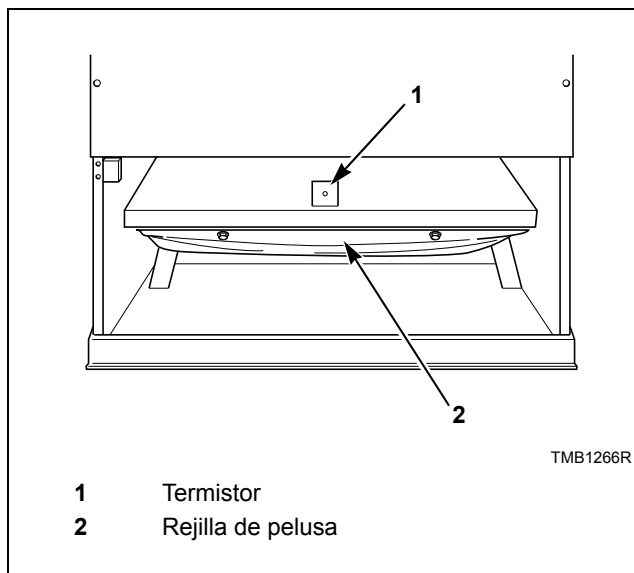

Figura 9
- e. Limpie cuidadosamente cualquier pelusa acumulada del termostato de límite alto y del termistor del armario. De no hacer esto, la pelusa acumulada en esta área se comportará como un aislante, causando el recalentamiento de la secadora. Consulte la *Figura 9*.